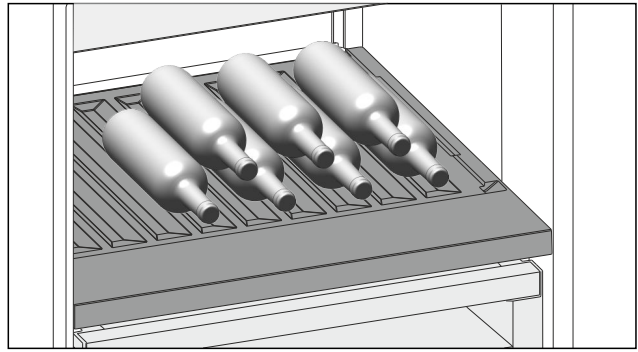

Fig. 150 Représentation à titre d'exemple
- Placer les bouteilles avec le fond orienté vers la paroi arrière de l'appareil. (voir *Fig. 150*)